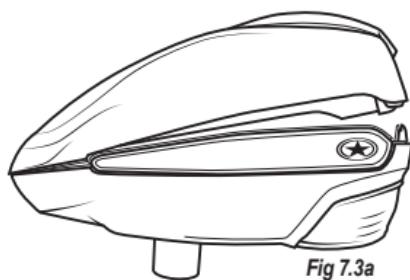

Fig 7.3a
4. Faites glisser la coquille supérieure vers le bas et vers l'arrière, de façon à fixer ensemble les moitiés avant des coquilles (Fig. 7.3a, Fig. 7.3b).